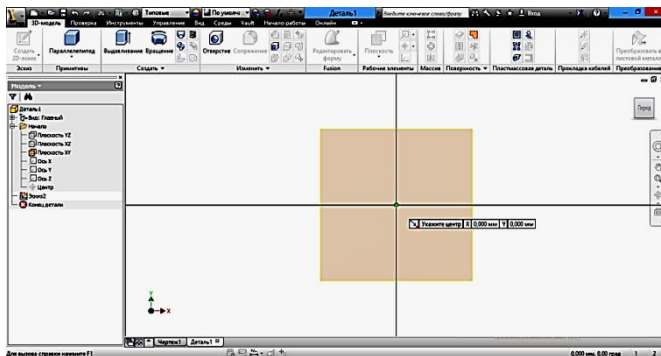

Рис. 3.3. Выбор рабочей плоскости построения
2. Щелкните мышью в Браузере на рабочую плоскость X-Y. Программа переведет в среду построения эскизов (рис. 3.3).